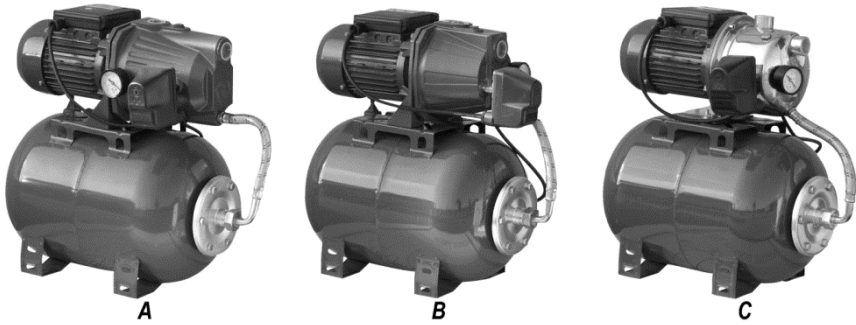

Рис. 1.
САВ поставляются в различном исполнении (см. рис.1): САВ “Leader 60 (80, 100)-24” (А) и “Standard 80 (100)-24” с корпусом насоса из чугуна (В), САВ “Standard 61 (81, 101)-24” с корпусом насоса из нержавеющей стали (С).